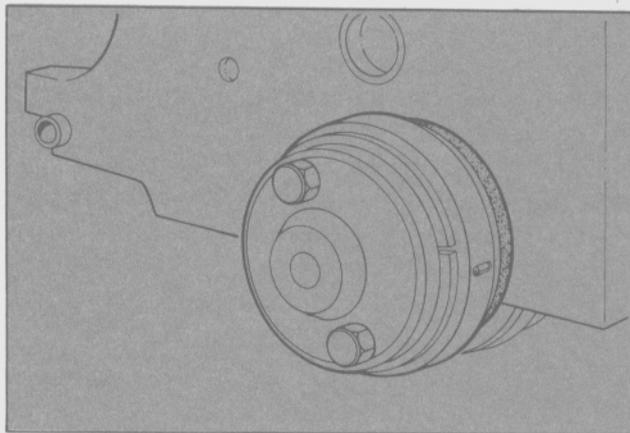

Fig. 114 - Instalación del retén trasero del cigüeñal
- Lubricar el nuevo retén e instalarlo con la herramienta T84G-6701-BAS 'Detalle 2'. (Fig. 114).